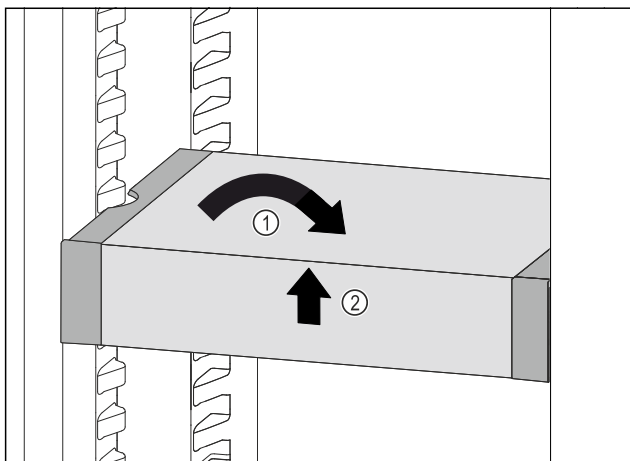

Fig. 60
- ▶ VarioSafe postavte rovno. Fig. 60 (1)
- ▶ VarioSafe nadvihnite vpredu. Fig. 60 (2)